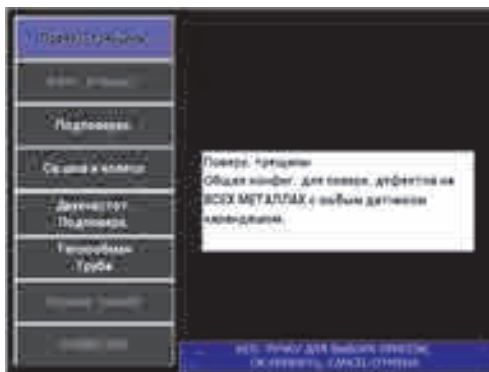

Рис. 5-71 Выявление поверхностных трещин
2. Нажмите клавишу меню ADV SETUP (), затем выберите **ВЫБОР ПРИЛОЖ.** (клавиша А), чтобы открыть меню выбора приложений. С помощью ручки регулятора выберите **Поверх. трещины** и нажмите  для подтверждения (см. Рис. 5-71 на стр. 183).